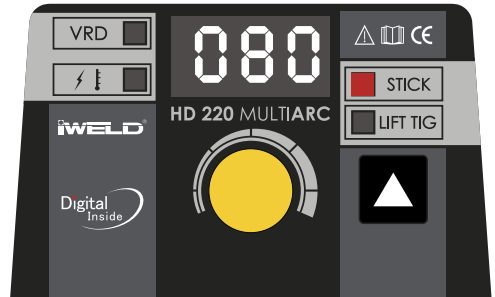

Bild 2: Anzeige in der STICK Mode
1. Nach Beendigung des Schweißens drücken Sie kurz die [STICK/LIFT TIG] und die [VRD] Schalterknöpfe! Die STICK Anzeige leuchtet auf und die Anlage schaltet um zu STICK Mode. Die Anzeige auf der Frontplatte zeigt die Information wie auf dem Bild 2. zu sehen ist.